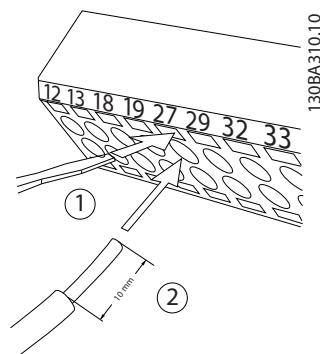

Bild 2.13 Ansluta styrkablar
- Öppna kontakten genom att sätta en liten skruvmejsel i skåran ovanför eller under kontakten (se Bild 2.13).